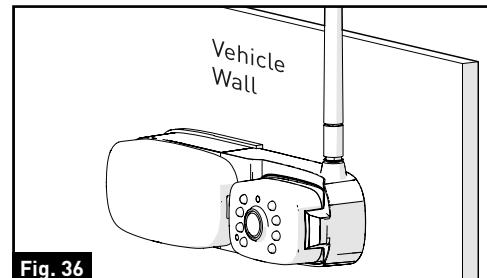

Fig. 36
7. Vuelva a colocar la tapa del objetivo sobre la base del semáforo y presione hasta que escuche un "clic". La cámara está completamente instalada en el vehículo. (Fig. 35 y Fig. 36)